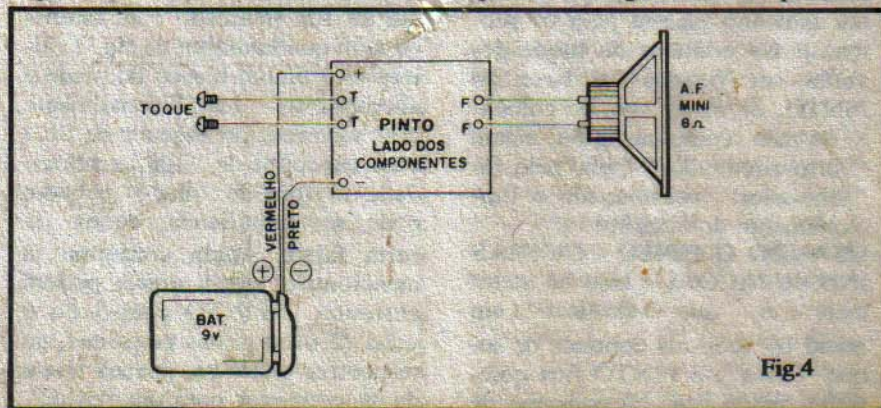

Fig.4
- **FIG. 4** - Componentes e fiações **externas** à placa do PINTO. Observar principalmente a polaridade dos cabinhos que vão ao "clip" de ligação à bateria, sempre com o código de cores convencional: **vermelho** para o **positivo** e **preto** para o **negativo**. As ligações ao mini-alto falante e aos contatos de toque são simples, e a única exigência (por razões práticas e estéticas...) é que sejam **curtas** (nada daqueles "baita" fiosões pendurados que, além de enfeiar a montagem, constituem eterna fonte de problemas...). Os contatos de toque podem ser feitos com qualquer "coisinha" metálica, que possa ser ligada aos respectivos